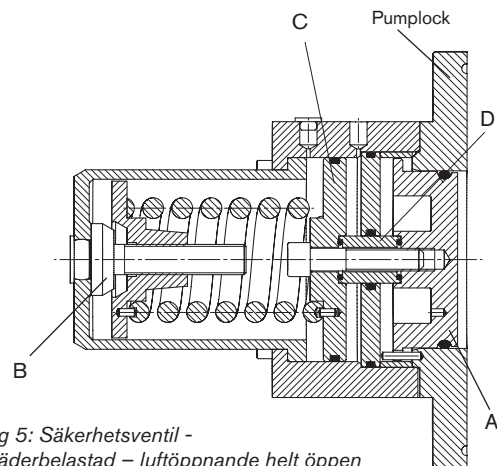

Fig 5: Säkerhetsventil - Fjäderbelastad – luftöppnande helt öppen
Fig. 5 återger ventilen delvis öppen. Mediets tryck inuti pumphuset har tvingat ventilhuvudet (A) åt vänster mot fjäderkraften via distanshylsan och CIP/SIP kolventilen.